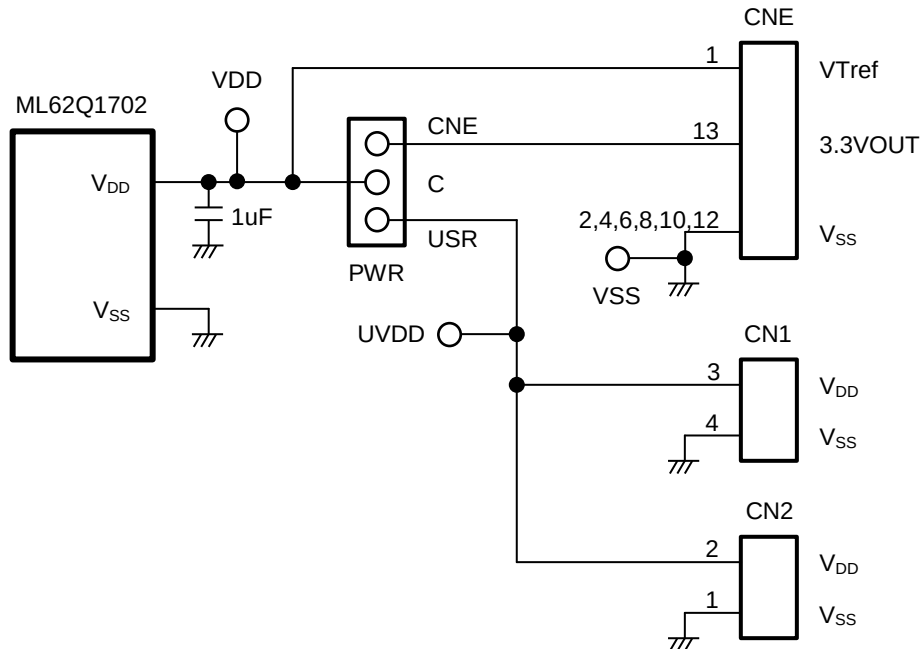

図 2 電源回路
1.2 ML62Q1702 Reference Board 外観図 2